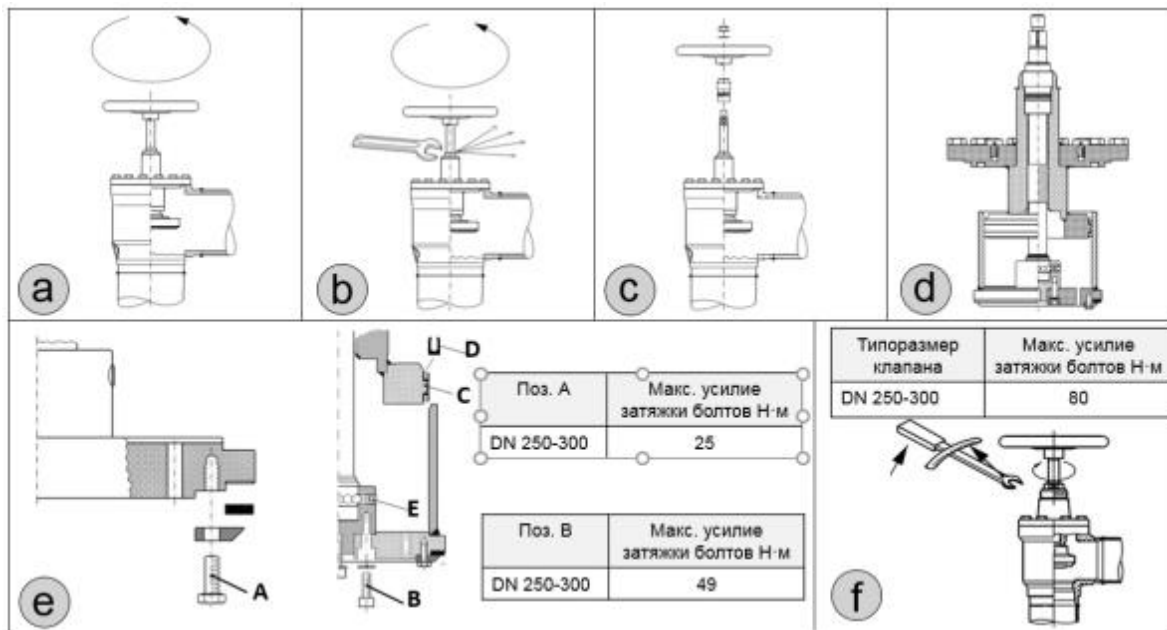

Рис. 6 Техническое обслуживание
- Для начала необходимо вывернуть шток запорного органа до полного открытия клапана (рис. 6а).
- В некоторых случаях за сальником может возникнуть избыточное давление. Для выравнивания (сброса) давления необходимо закрепить шток запорного органа (маховик) в неподвижном состоянии и медленно откручивать сальниковое уплотнение при помощи ключа (рис. 6б)
- После сброса давления можно снять маховик (если он имеется) и сальник (рис. 6с).
Тефлоновое кольцевое уплотнение можно снять, открутив болт (поз. А, рис. 6е). Если тефлоновое уплотнение имеет незначительные повреждения, его можно перевернуть и использовать обратную часть его поверхности. В случае, если кольцевое уплотнение деформировано или имеет глубокие повреждения (более 1 мм.) его необходимо заменить полностью. При установки тефлоновое уплотнение болт «поз. А» необходимо затягивать динамометрическим ключом с усилием затяжки,
Замена U-образного уплотнения или шариков конуса (рис. 6 е)
Перед сборкой клапана удалите из корпуса грязь. Убедитесь, что уплотнительные кольца не повреждены. Перед тем как установить запорную часть клапана в корпус, необходимо полностью выкрутить шток (рис.6, а), т.е. после сборки клапан SVA будет полностью открыт.